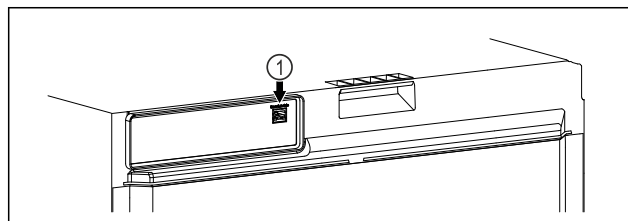

Fig. 100
- ☐ SmartModule Fig. 100 (1) er indsat.